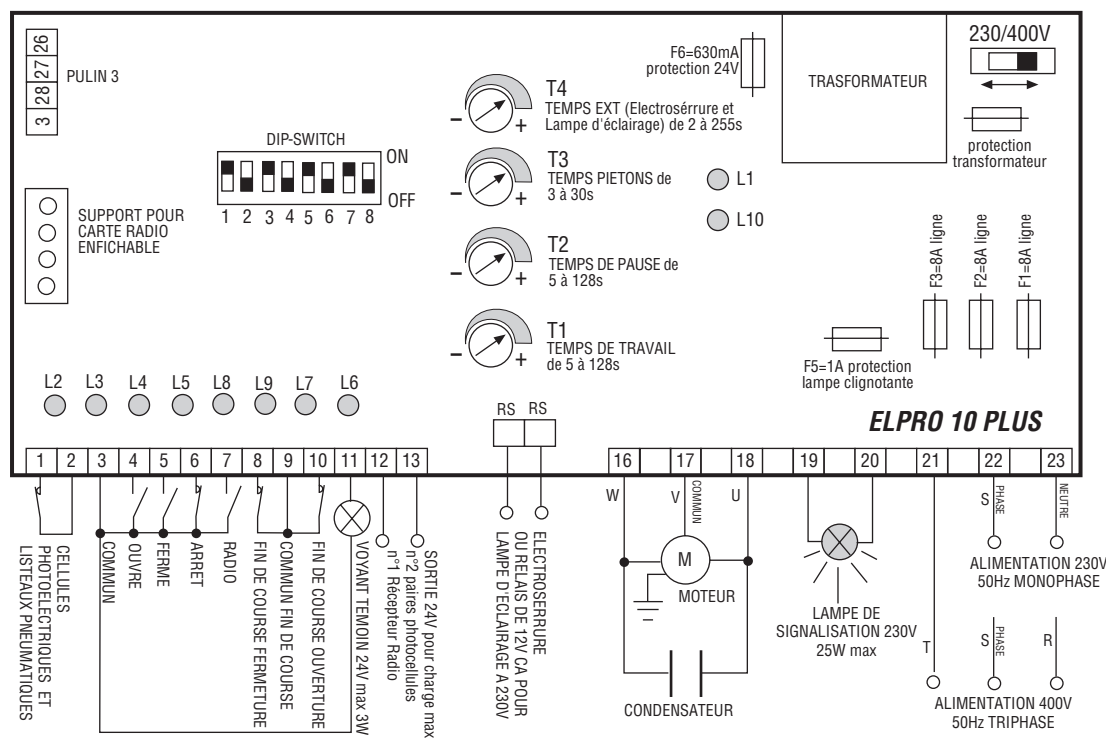

FIG. 7
- Les programmeurs électroniques ELPRO 10 Plus (Fig.7) et ELPRO 14 Plus sont prévus pour tous les services de logique programmée automatique et semi-automatique, relais de ligne et diagnostic à voyant incorporée.